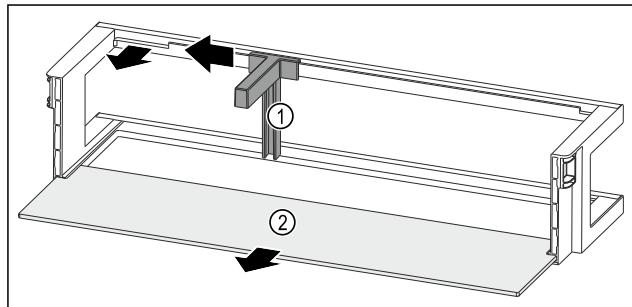

Fig. 94 带瓶托和搁板的门边存放架
- ▶ 将瓶托 Fig. 94 (1)推至槽边。
- ▶ 取出瓶托 Fig. 94 (1)。
- ▶ 取出搁板 Fig. 94 (2)。